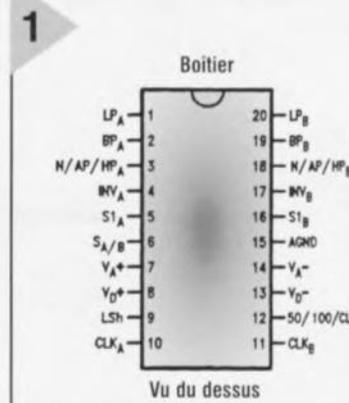

Figure 1. Brochage et structure interne du filtre intégré MF10 à commutation de condensateurs.
porte d'ailleurs deux complets, chacun du deuxième ordre. Un minimum de composants externes suffit à les faire fonctionner dans l'une ou l'autre des quatre configurations prévues et ils peuvent se monter en cascade. Ils sont programmables par construction, capables de se muer en passe haut, passe-bas ou passe-bande. L'avantage de la technologie intégrée sur la méthode discrète réside dans la simplicité du montage et la facilité avec laquelle on peut régler la fréquence, même sur des filtres d'ordre élevé. Le **figure 1** révèle la fonction des vingt broches ainsi que la structure interne du circuit. La broche 4 (20) est l'entrée du filtre ; les broches 1 (20) et 2 (19) sont les sorties du passe-bas et du passe-bande. La broche 3 (18) est une sortie supplémentaire qui, suivant les niveaux présents sur les broches 5 (16) et 6, fournira une caractéristique passe-tout, passe-haut ou coupe-bande (réjecteur). Nous l'utiliserons ici comme sortie passe-haut. La broche 15 est la masse analogique, à laquelle sont raccordées toutes les entrées non-inverseuses des amplificateurs opérationnels et la